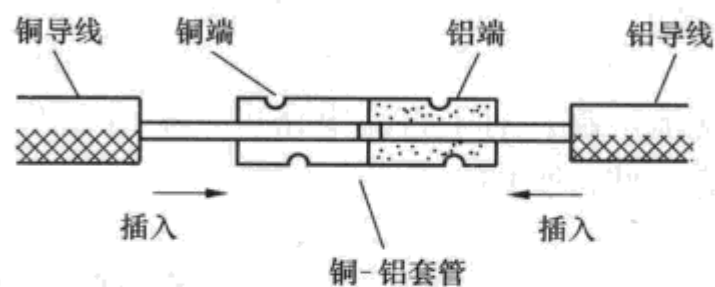

图 1-10 铜-铝过渡点
③ 铜-铝过渡点。铜导线与铝导线相连接、铜母线和铝母线相搭接、铝导线与设备铜接线端子相连接（见图 1-10）时，铜-铝过渡点在电化学腐蚀下，最容易接触不良，产生断路故障，如图 1-10 所示。